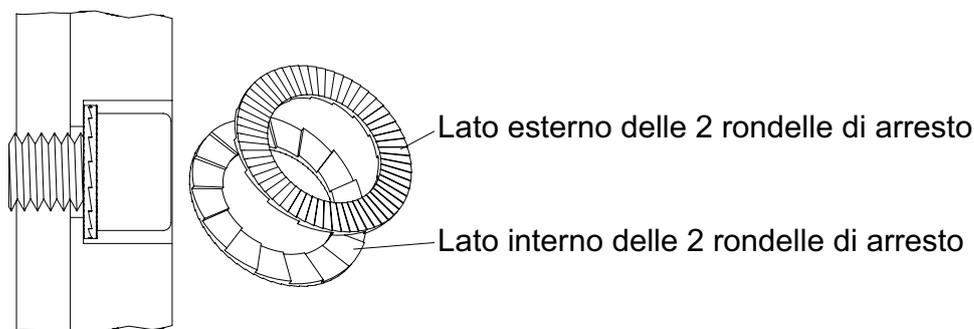

Fig. 17 Posizione di montaggio delle rondelle di arresto Nord-Lock®
ATTENZIONE Rispettare la corretta posizione di montaggio delle rondelle di sicurezza (Fig. 17 Posizione di montaggio delle rondelle di sicurezza) e la coppia prescritta!
2. Inserire l'elica (6).
3. Introdurre gli O-ring (5).
4. Inserire il disco dell'elica (2).
5. Introdurre gli O-ring (4).
6. Introdurre le rondelle di sicurezza (3) e rispettare la posizione di montaggio - vedere anche Fig. 17 Posizione di montaggio delle rondelle di arresto Nord-Lock®.
7. Serrare la vite a testa cilindrica (1) con una coppia pari a 56 Nm.